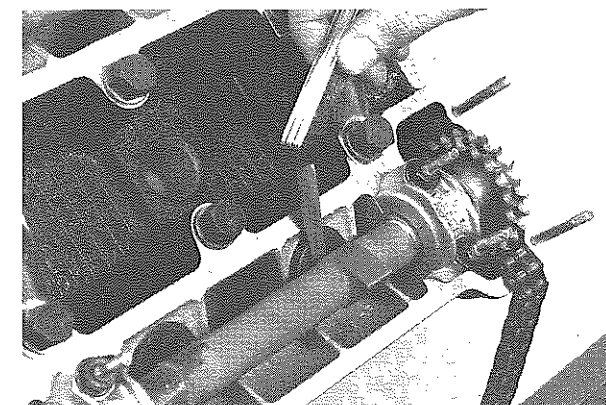

Fig. 2 - Controllo del gioco - Checking play
- Ruotare l'albero (*) in modo che la camma di cui si vuol controllare il gioco presenti il cerchio base verso il bicchierino (**Fig. 2**).
- Inserire lo spessimetro (**Fig. 2**), verificare il gioco e scriverne il valore su un foglio di carta. Ripetere l'operazione per le altre valvole. Rispettare sul foglio la posizione delle valvole in modo da attribuire ad ognuna il relativo gioco.
- Rotate the crankshaft (*) in order that the cam with the clearance being checked shows the rim base towards the bowl (**Fig. 2**).
- Place the feeler gauge (**Fig. 2**), verify the play and write the value on a piece of paper. Repeat the operation for the other valves. Follow on the paper the position of the valves in order to give to each valve its play.